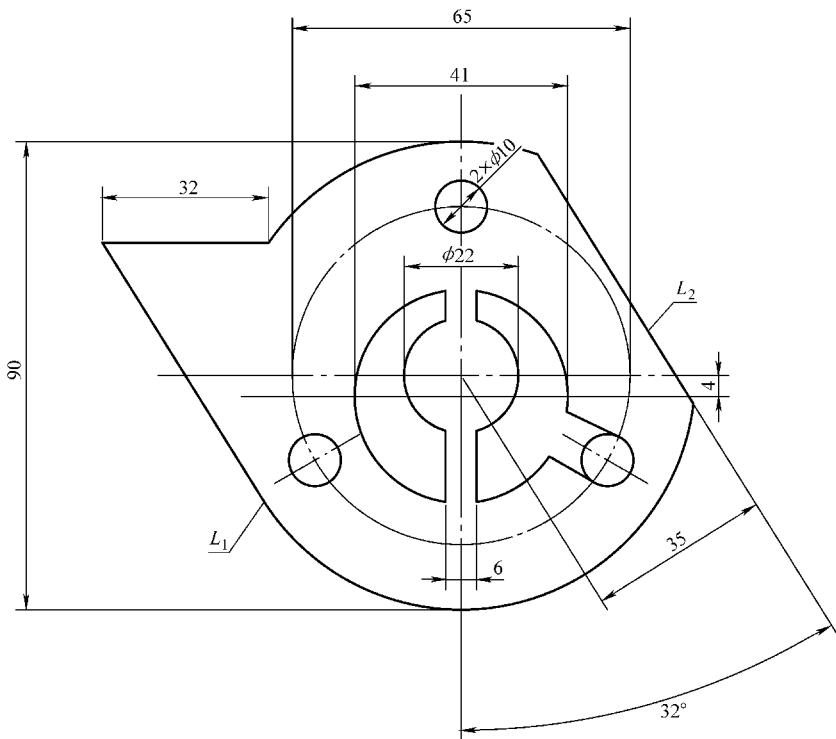

图 10-17 习题 10 图
10. 参照图 10-17 绘制图形，注意 L_1 和 L_2 相互平行，并计算该图形面积。